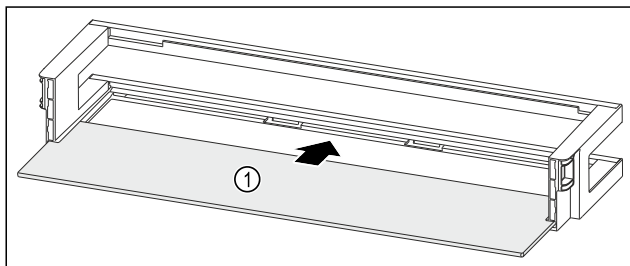

Fig. 83 Dørhylde med hylde
- Skub hylden Fig. 83 (1) ind i udsparringerne i siden.